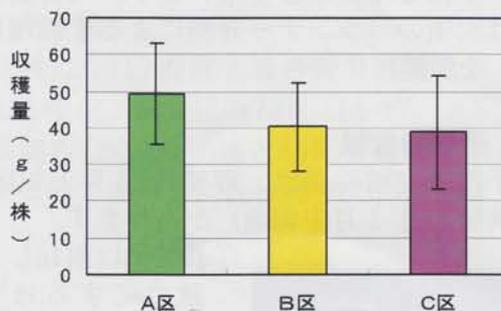

図1 1株当たりの収穫量(2008年)
②収穫量は、耕耘・畝立、施肥を行わないC区の省力化栽培法は、A区の従来型栽培法には及ばないものの、ある程度の収穫が見込めることがわかりました(図1)。